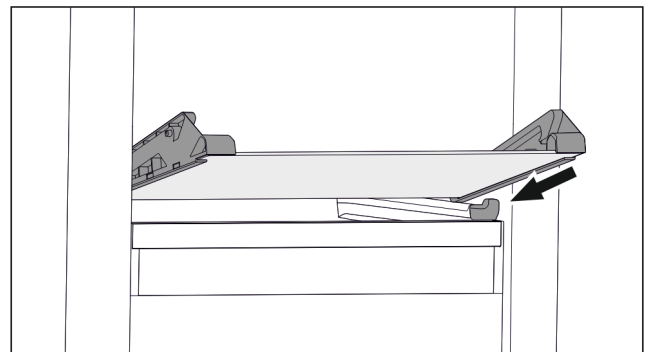

Fig. 108 Placa de sticlă a sertarului înclinabil
- ▶ Așezați placa de sticlă oblic în spatele opritoarelor. (vezi Fig. 108)